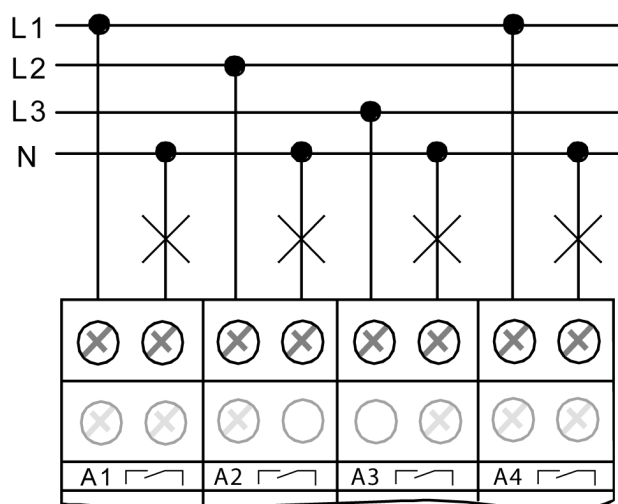

Bild 4: Elektrischer Anschluss für Lasten im Schaltbetrieb
- Lasten gemäß Anschluss-Beispiel (Bild 4) anschließen